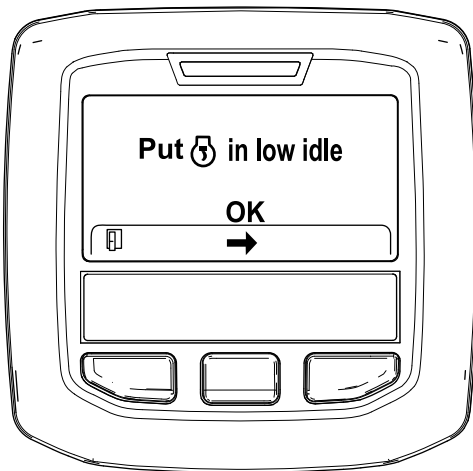

Figura 41
6. Mova o controlo da aceleração para RALENTI BAIXO e prima o botão central (**Figura 41**).